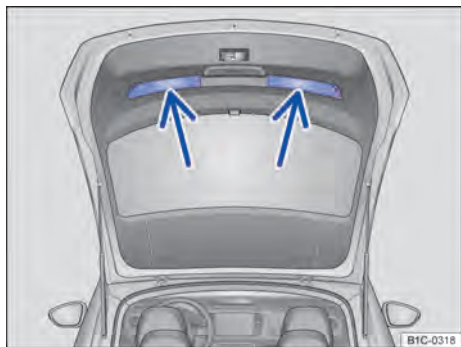

Fig. 32 Tampa traseira aberta: rebainhos para puxar.
- Segurar em um dos rebainhos do revestimento interno da tampa traseira ⇒ Fig. 32 (setas).